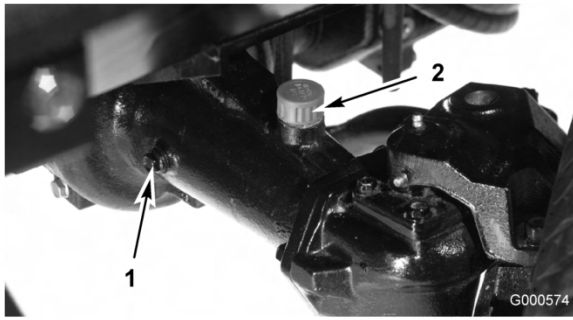

Bild 47
2. Entfernen Sie die Prüfschraube aus einem Ende der Achse (Bild 47) und stellen sicher, dass der Schmierstoff die Unterseite des Lochs erreicht. Entfernen Sie bei niedrigem Ölstand die Füllschraube (Bild 47) und füllen genug Öl